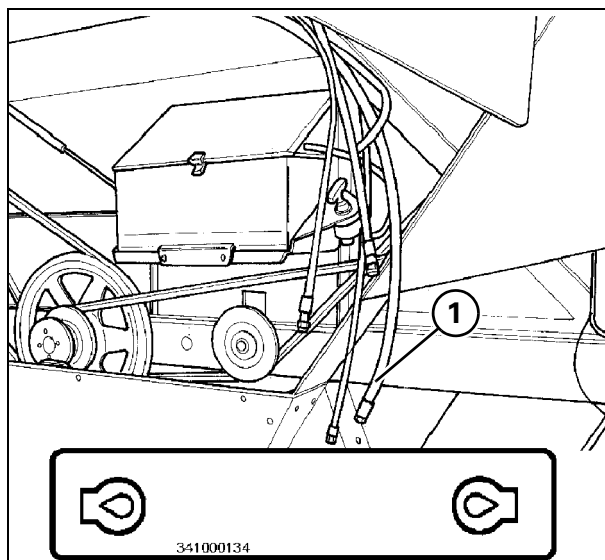
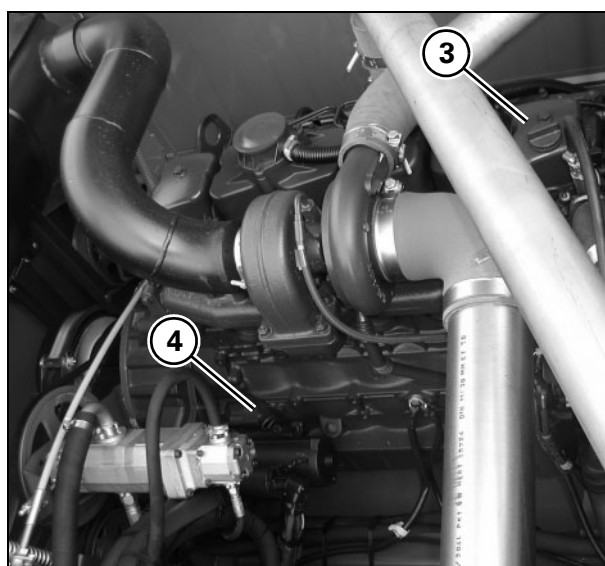

Рис. 66
Рис. 68
### 69.)Замена фильтра моторного масла Рис. 66 – Рис. 68
- 1) Извлеките заглушку (1) шланга слива моторного масла, обозначенного табличкой, приведенной в Рис. 66.
- 2) Для доступа к фильтру (2) необходимо поднять кожух двигателя;
- 5) установить на место заглушку (1) шланга слива моторного масла;
- 6) залить масло в двигатель через наливную горловину (3) и проверить уровень масла маслоизмерительным щупом (4);